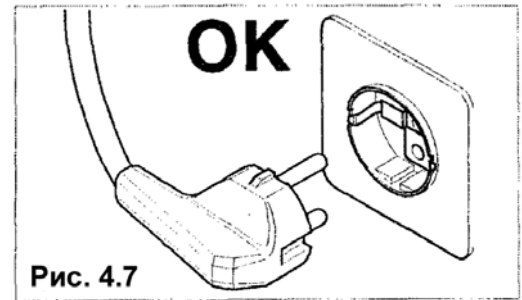

Рис. 4.7
- Автомат оснащен сетевым шнуром HQ5W-F 3x1,5 мм² с вилкой SCHUKO (рис. 4.7).